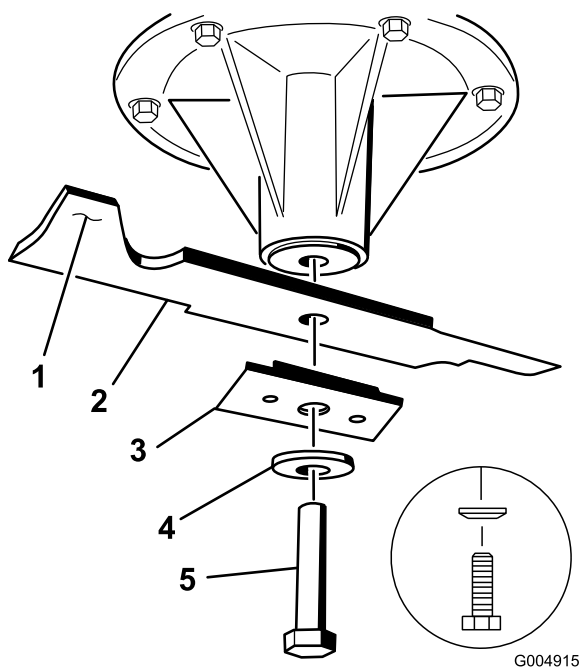

Figure 75
3. Pour les plateaux de coupe de 36 et 52 pouces, enlevez le boulon de lame, la rondelle bombée, le renfort de lame et la lame de l'axe de pivot (Figure 75).
3. Sur les plateaux de coupe de 36 et 52 pouces, montez la lame, le renfort, la rondelle bombée et le boulon de lame (Figure 75).